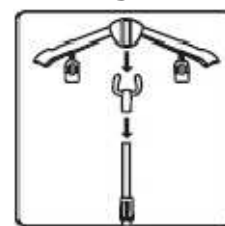

fig.7
2. Insérez verticalement le cintre dans le repose tête en l'enfonçant au maximum jusqu'à ce qu'il soit bien fixé. (fig.7)
3. Insérez ensuite verticalement l'ensemble repose tête et cintre pilant en haut de la tige. Assurez-vous qu'il soit fermement fixé à la tige. (fig.7)